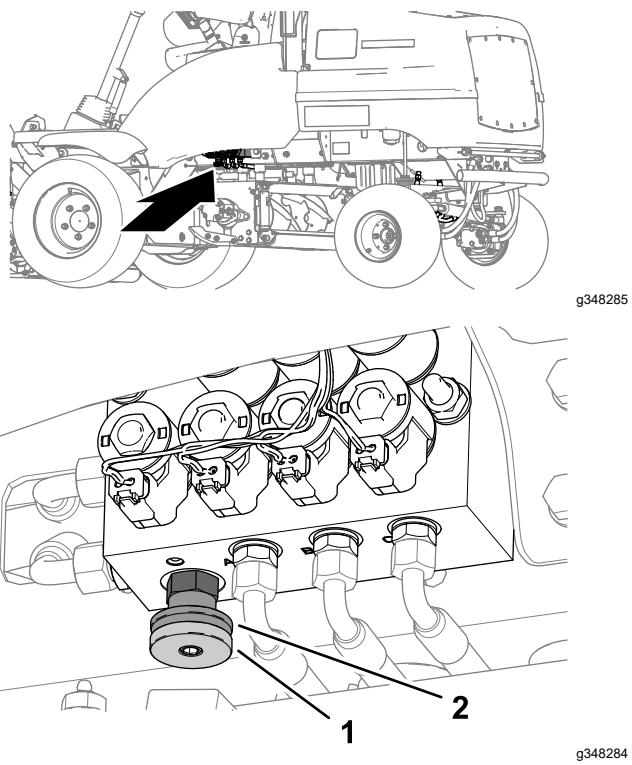

Figura 40
2. En el lado izquierdo de la máquina, debajo del compartimiento de almacenamiento, afloje la rueda de bloqueo del distribuidor de transferencia de peso media vuelta en sentido antihorario sin mover la rueda de ajuste (Figura 40).
3. Gire la rueda de ajuste de la transferencia de peso (Figura 40) como se indica a continuación:
4. Apriete la rueda de bloqueo (Figura 40).